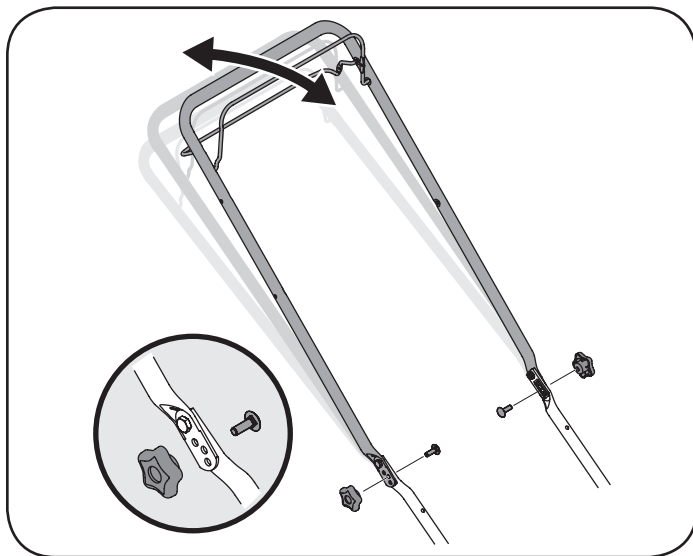

Figura 11
1. Quite los tornillos y tuercas de mariposa transporte de manejar. Vea la Figura 11.
2. Coloque el mango en una de las tres posiciones que se sienta más cómodo. Vea la Figura 11 inserción.